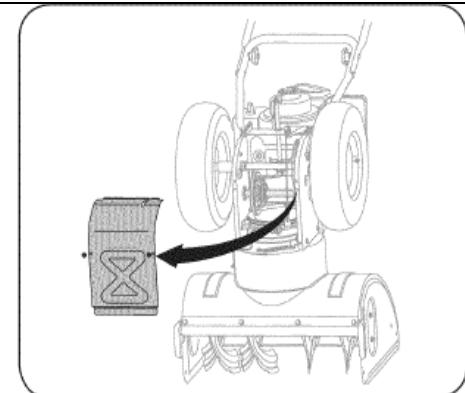

Рис. 30
5. Снимите рамную защитную крышку с нижней части снегоочистителя, вывинтив четыре фиксирующих самореза (См. Рис. 30).
- Снимите рамную защитную крышку с нижней части снегоочистителя, вывинтив четыре фиксирующих самореза (См. Рис. 30).